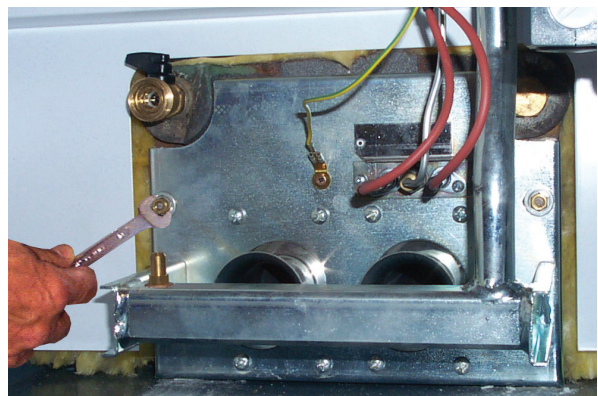

fig. 8
5. Svitare i due dadi che fissano la porta della camera di combustione agli elementi in ghisa della caldaia (fig. 8)